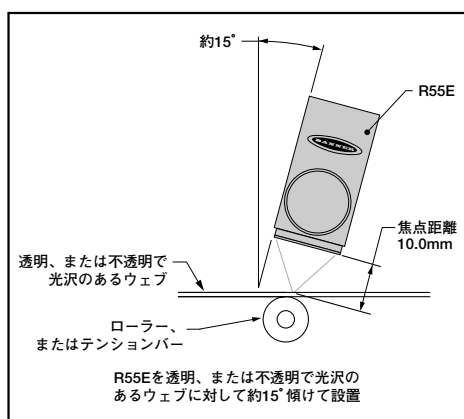

Fig.3 不透明で光沢のある材料、および透明な材料の場合の設置
- 2) 光沢面上のマークを検出する場合、Fig.3のように約15°傾けて設置して下さい。センサを傾けることで強い直接反射光の影響を避け、マークと背景の微少な色差によるコントラストを認識できるようになります。
- 3) 透明体の場合、光は透過してしまいます。透明なポリ袋など透明体に印刷されたマークを検出する場合、R55Eに反射光が戻って来るよう透明体の背後に反射面を配置して下さい。印刷されたマークで反射面から反射した光を遮るので、マークの色に関係なく検出時は暗い状態となります。また、ほとんどの透明体は光沢面でもあるので、Fig.3のようにセンサを約15°傾けることもご考慮下さい。